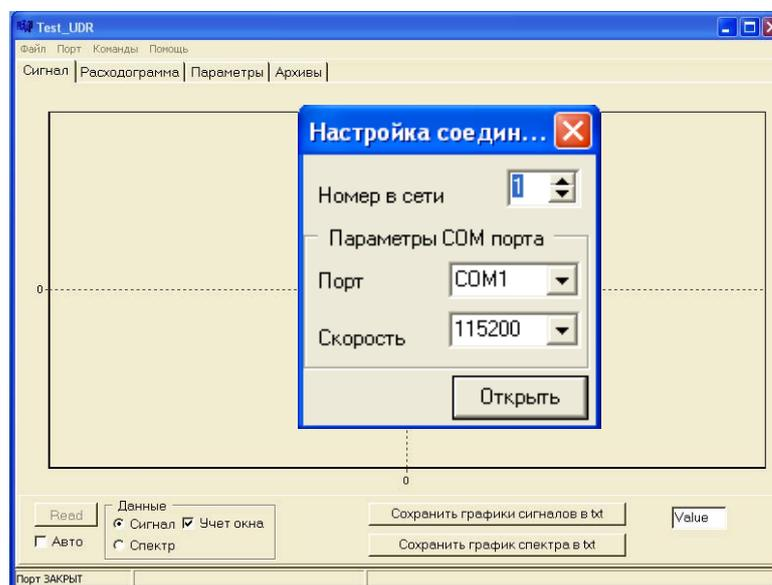

Рисунок 2.1 – Окно программы Test_UDR.exe
2.3.4 Подать питание на БЭ. На сервисном оборудовании запустить программу Test_UDR_new.exe. В главном меню программы выбрать команду «Порт» (см. рисунок 2.1).